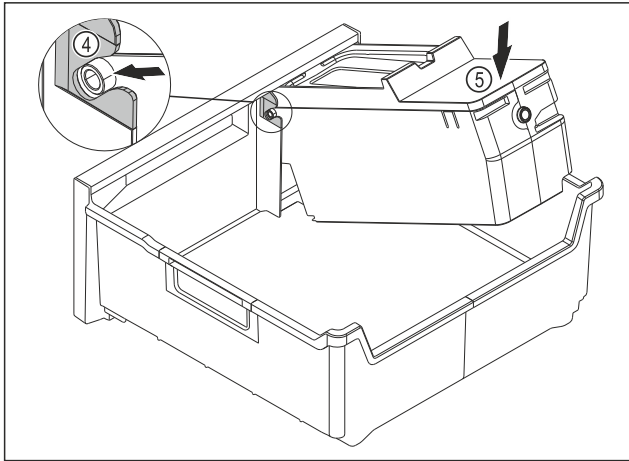

Fig. 162
- EasyTwist-Ice-Korpus montieren: Achsen des EasyTwist-Ice-Korpus in die Führungen Fig. 162 (4) einschieben.
- EasyTwist-Ice-Korpus Fig. 162 (5) hinten nach unten drücken.